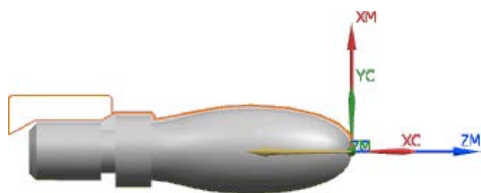

图 4.10 切削区域
Step1. 单击“精车 OD”对话框切削区域右侧的“显示”按钮，在图形区中显示出切削区域，如图 4.10 所示。